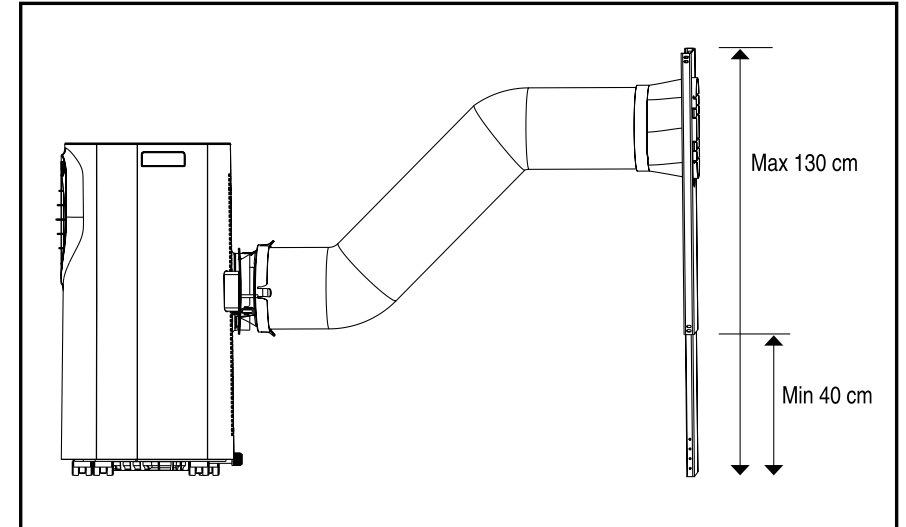

Fig. 7
- L'air chaud doit être évacué par les murs ou les fenêtres. Si la sortie d'air est installée dans le mur, la hauteur de la gaine doit être comprise entre 40 et 130 cm (fig. 7).